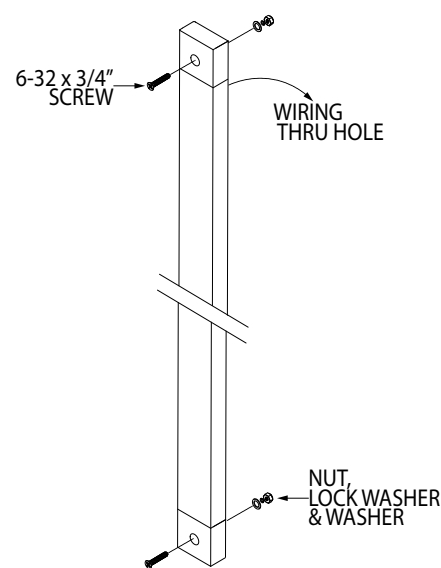

Figure 5.1 Commutateur de bande Installation
7. Fixez l'interrupteur à ruban avec les deux vis de 6 à 32 x 3/4 po, la rondelle, la rondelle de blocage et l'écrou de l'autre côté. (Voir la figure 5.1)